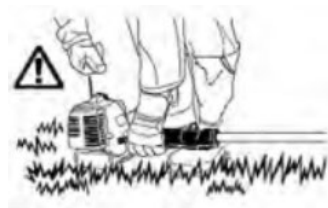

Fig.15
- 4) Tire lentamente del tirador de arranque hasta que encienda. (fig.15)